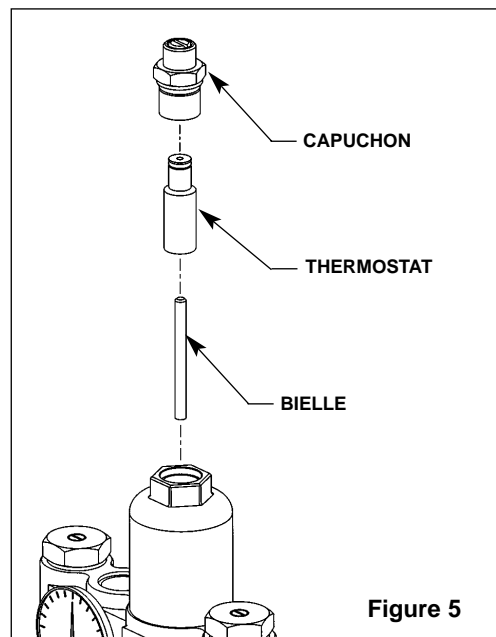

Figure 5
1. Enlever le capuchon de robinet, puis retirer le thermostat et la bielle (voir Figure 5). Si désiré, utiliser une pince à bec effilé pour enlever le thermostat du corps du robinet.
1. Enlever le chapeau, puis sortir la bielle et le thermostat (voir Figure 5, page 16).